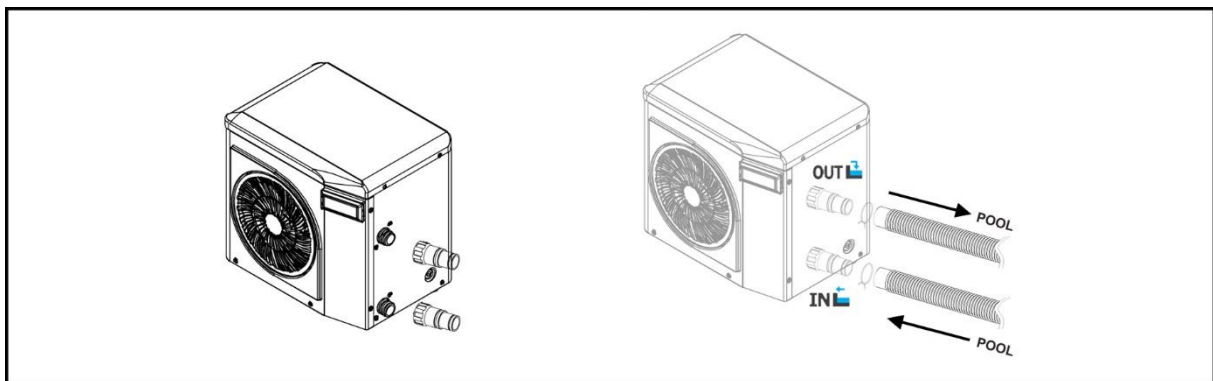

Fig. 4
- Collegare ora il tubo flessibile della piscina al raccordo superiore (**OUT**) in direzione della piscina (Fig. 4).